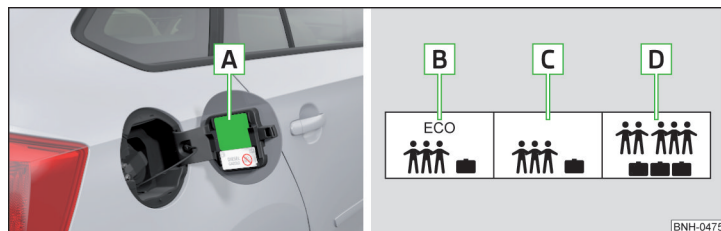

Fig. 133 Etichetă cu un tabel cu mărimile anvelopelor și cu valorile de presiune din anvelope/umflarea anvelopelor
Presiunea în anvelope se va adapta mereu încărcăturii. Valorile prescrite ale presiunii sunt trecute pe eticheta A » fig. 133.
**Eticheta cu valorile prescrite de presiune din anvelope » fig. 133**